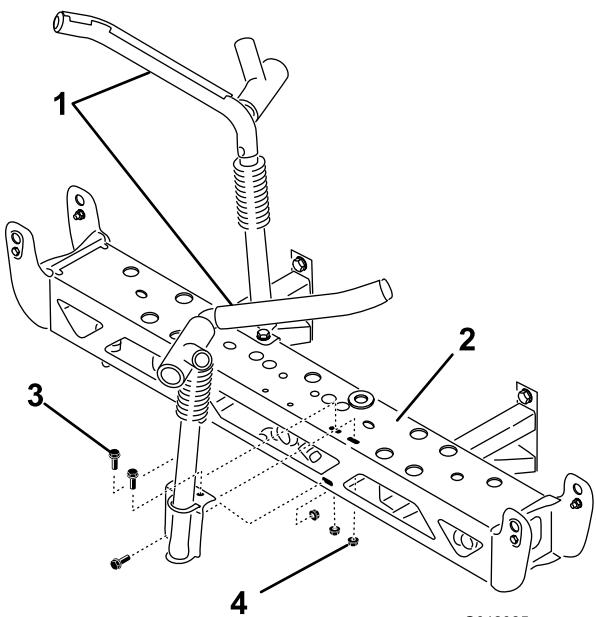

図 28
- 中央ブームに、移動走行用ブーム・クレードルを取り付ける；ボルト6本 ((3/8 x 1-1/4 インチ)) およびロックナット6個 ((3/8 インチ)) を使用する。取り付け方向は図 28 を参照。